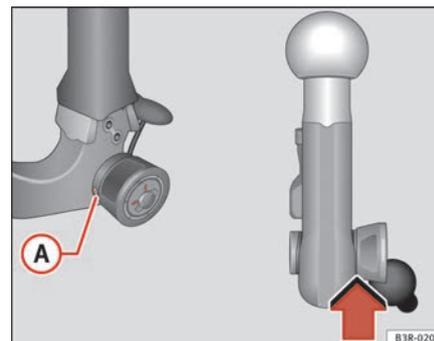

Fig. 162 Dispositif d'attelage amovible : contrôle de sécurité
- Vérifiez si le repère vert **(A)** ⇒ page 209, fig. 162 de la molette se trouve dans la zone du repère noir de la boule d'attelage.